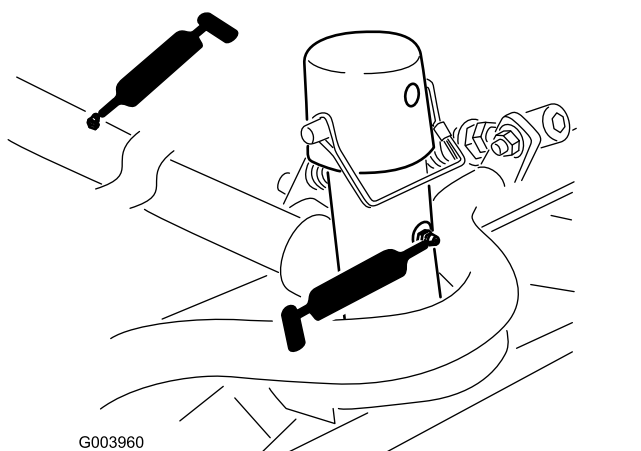

Figura 65
- Articulação e estrutura de transporte da unidade de corte (Figura 65)